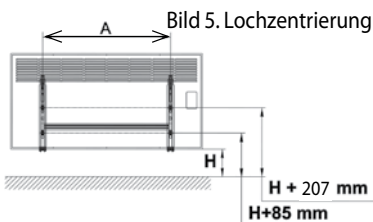

Bild 5. Lochzentrierung
2. Damit das Stromkabel nicht auf Spann gebracht wird, sollte die Entfernung des Gerätes zur Steckdose richtig abgemessen werden. Nach Auswahl des richtigen Standortes werden die für die Montage nötigen Löcher nach den Abmessungen in Bild 7 markiert. Für diesen Schritt können die Aufhängehaken in Bild 5 als Schablone benutzt werden. Dazu Aufhängehaken an die Wand pressen und die ovale Öffnungen mit einem Bleistift so markieren, dass Standheizkörper (wünschenswert) mindestens 100 mm, max 200 mm vom Fußboden steht.